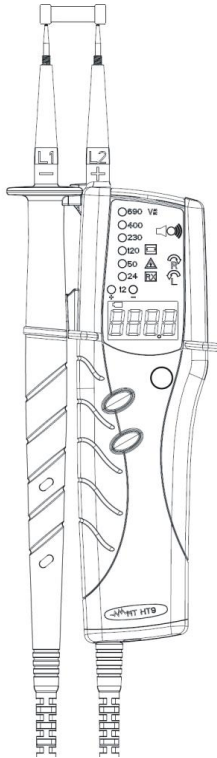

Abb. 6: Durchgangstest
1. Verbinden Sie die Prüfspitzen L1 und L2 mit dem zu messenden Objekt (siehe Abb. 6).